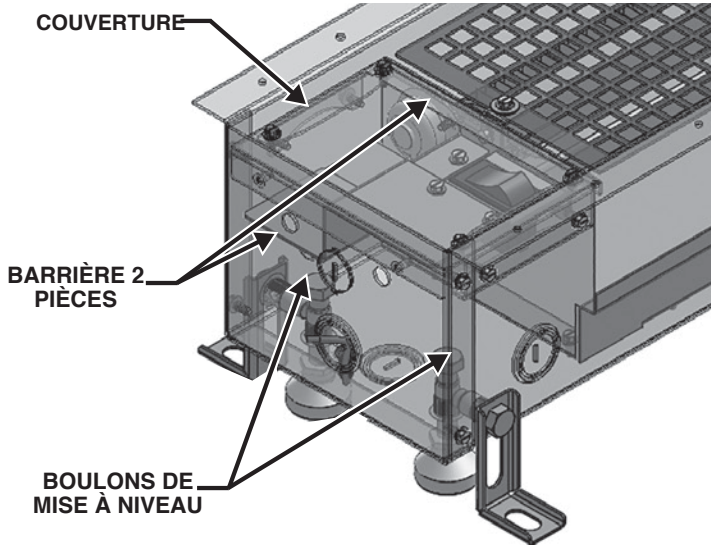

Figure 11B : Composants du compartiment de câblage
9. Retirez soigneusement deux barrières en Z pour atteindre le câblage et les pieds de mise à niveau. **Note** : selon le modèle de chauffage, le retrait des accessoires de la boîte de jonction est requis pour le câblage et la mise à niveau du chauffage. Voir figure 11B.
9. Retirez soigneusement deux barrières en Z pour atteindre le câblage et les pieds de mise à niveau. **Note** : selon le modèle de chauffage, le retrait des accessoires de la boîte de jonction est requis pour le câblage et la mise à niveau du chauffage. Voir Figure 11B.
9. Retirez soigneusement deux barrières en Z pour atteindre le câblage et les pieds de mise à niveau. **Note :** selon le modèle de chauffage, le retrait des accessoires de la boîte de jonction est requis pour le câblage et la mise à niveau du chauffage. Voir figure 11B.
7. Retirez soigneusement deux barrières en Z pour atteindre le câblage et les pieds de mise à niveau. **Note :** selon le modèle de chauffage, le retrait des accessoires de la boîte de jonction est requis pour le câblage et la mise à niveau du chauffage. Voir figure 11B.